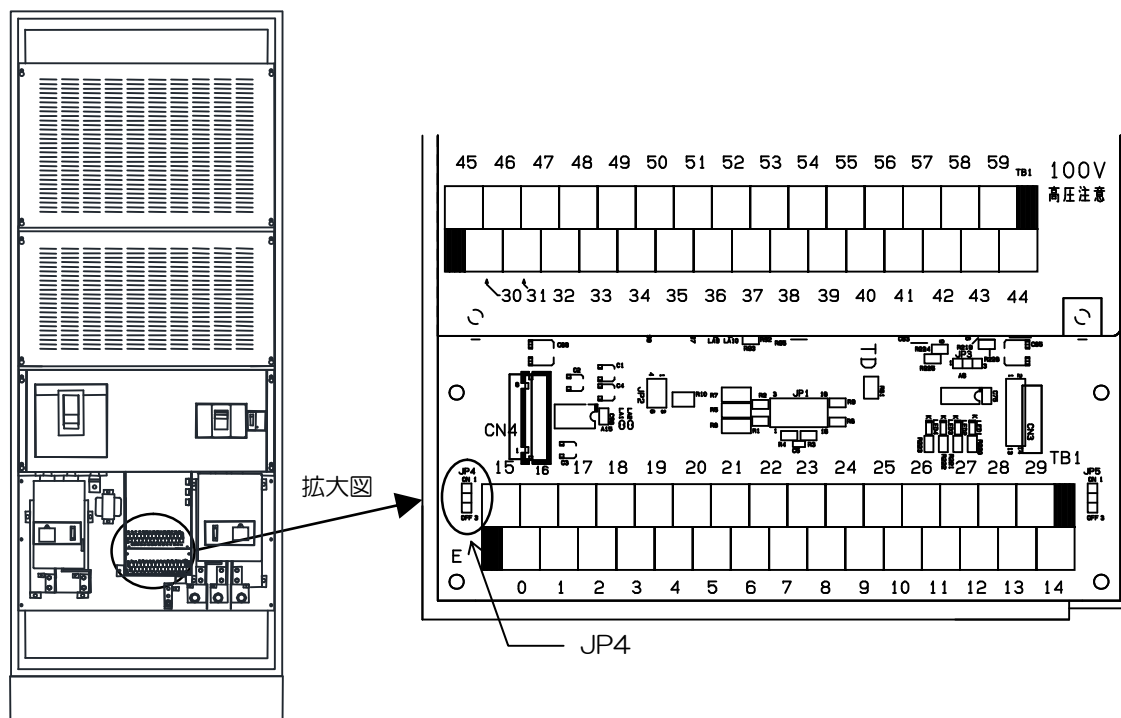

図6. 1 JP4の位置
- ・終端抵抗の設定は図6. 1に示すジャンパーピン JP4（プリント基板P5-2上）により行ってください（表6. 1参照）。